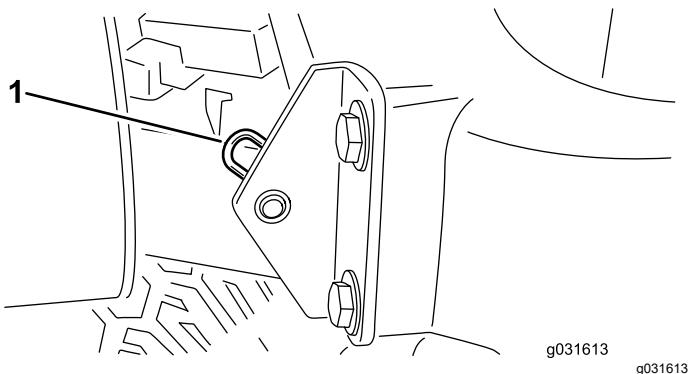

Figura 30
2. Togliete la coppia che fissa il perno del cofano alle staffe di montaggio (Figura 30).